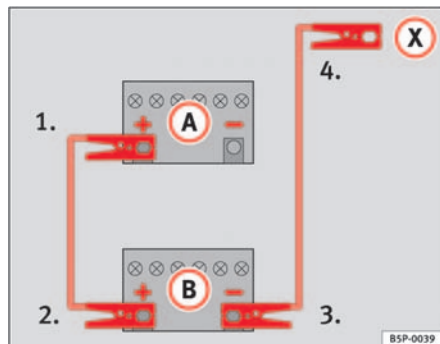

Abb. 160 Schema für das Anklemmen der Starthilfekabel
In der ⇒ Abb. 160 ist **A** die entladene Batterie und **B** die stromgebende Batterie.
- 1. Klemmen Sie ein Ende des roten Starthilfekabels an den Pluspol ⇒ Abb. 160 ⊕ des Fahrzeugs mit der entladene Batterie ⇒ ⚠.